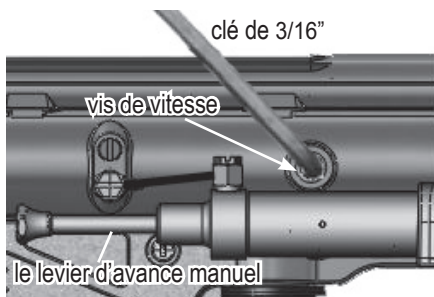

Figure 3: Localisation du vis de vitesse
- Assurez-vous que le boîtier du Système d'Alimentation Cyclone (SAC) est propre et qu'aucun déchet ne se trouve à l'intérieur. Assurez-vous que les hélices du Cyclone tournent librement lorsque vous poussez le levier d'avancement manuel (voir Figure 3).
- c. Insérez le cou du réservoir (21) dans le boîtier du SAC (68), en vérifiant que l'attache du réservoir entre dans l'encoche réservée à cet effet dans le boîtier. Tournez dans le sens contraire des aiguilles d'une montre pour verrouiller.
Pour régler la vitesse utilisez la clé Allen de 3/16" incluse avec votre lanceur. La vis de réglage de vitesse se trouve à droite du lanceur (Figure 3). Pour baisser la vitesse, tournez la vis à droite ou dans un sens d'horloge. Pour augmenter la vitesse, tournez la vis à gauche ou contre l'horloge. N'enlevez pas la vis de vitesse.